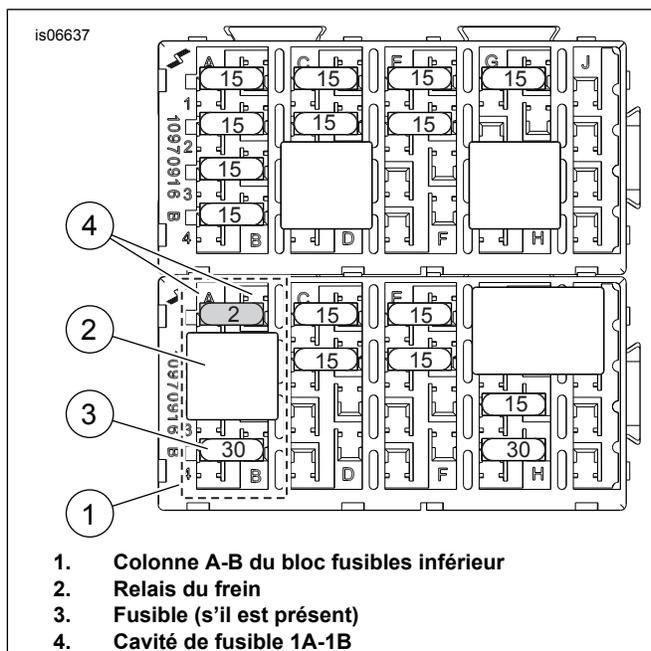

Figure 14. Cavité de fusible d'allumage P&A (modèles Touring de 2008 à 2013)
3. Voir Figure 14. Rechercher la cavité de fusible 1A-1B (marquée « P&A IGN », « 2A MAX ») sur le couvercle sur le bloc fusibles inférieur (1). Retirer le relais de frein (2) et le fusible (3, s'il est présent) actuellement installés dans la colonne A-B, en relevant leur emplacement.
7. Installer le fusible de 2 A (18) du kit dans la cavité de fusible 1A-1B (Voir la figure 14., Article 4) pour compléter le circuit.